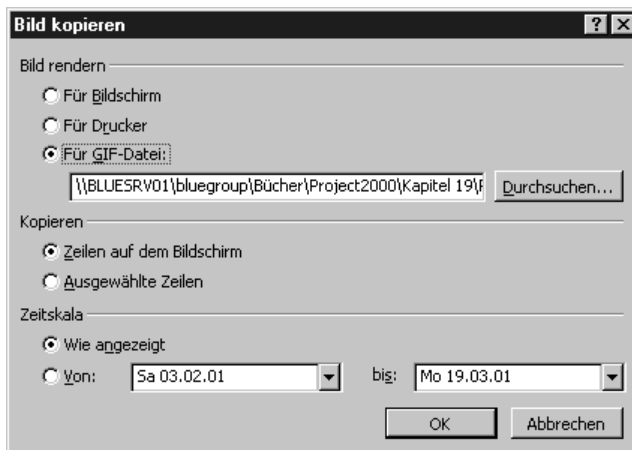

Abbildung 19.16:
2. Klicken Sie in der Standard-Symbolleiste auf die Schaltfläche Bild kopieren, um das Dialogfeld Bild kopieren zu öffnen (siehe Abbildung 19.16).